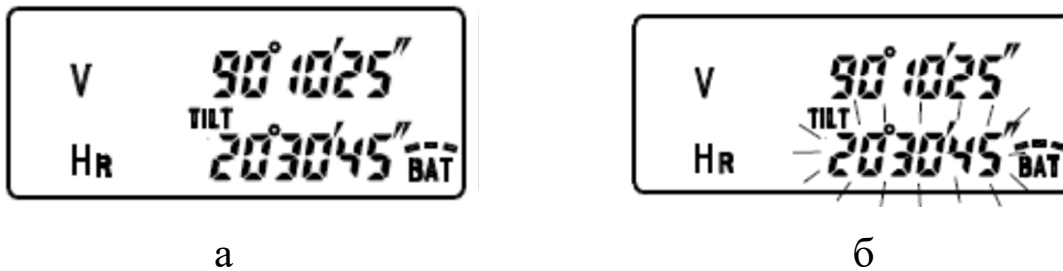

Рис. 4.5 Процес утримання відліку:
горизонтальним кругом $20^{\circ}30'45''$ (рис. 4.5, а);
– натисніть клавішу , зафіксований відлік мигатиме (рис. 4.5, б), до того ж у режимі утримання під час мигання відліку натискання будь-якої клавіші дозволить вийти у попередній екран;